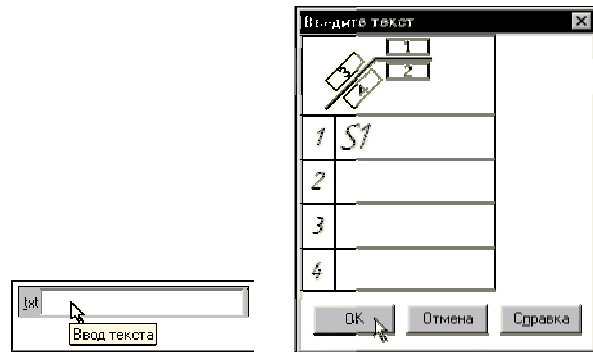

Рис. 1.20.
29. Клацніть на полі **Введення тексту** в Рядку параметрів (рис. 1.20).
30. На екрані з'явиться діалогове вікно **Введіть текст** (рис. 1.20).